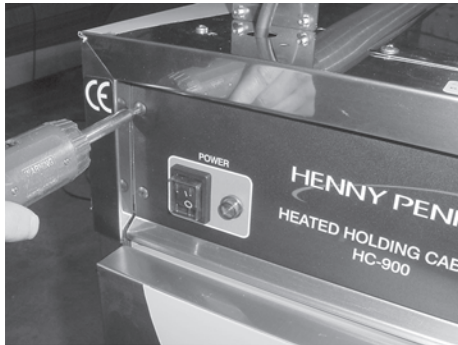

Figura 1
1. Utilizzando un cacciavite a croce, rimuovere le viti che fissano il pannello frontale e abbassare il pannello per avere accesso ai fori sulla sommità del modulo. Figura 1.